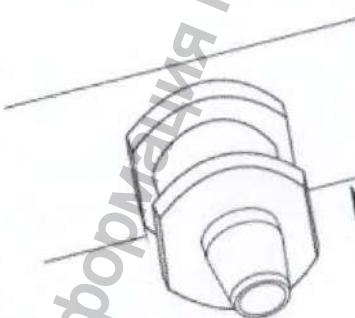

Рис. 28 – Описание закрытия дренажного клапана
3. После опустошения бака верните клапан на место, нажав на него (рис. 28).